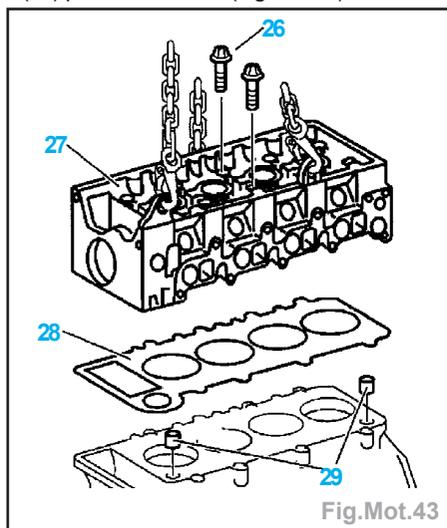

Fig.Mot.43
- le tendeur de chaîne (8),
- le couvercle avant de la culasse (10),
- la glissière supérieure (11),
- l'arbre à cames d'admission (20) et l'arbre à cames d'échappement (21),
- le carter d'arbre à cames (22),
- la pompe haute pression (12),
- le pignon intermédiaire (23) de pompe haute pression.
- Dévisser les vis (24) reliant la culasse au couvercle de carter de distribution.
- Desserrer progressivement les vis de culasse (26) puis les dévisser (Fig.Mot.43).
- Placer le joint de culasse (28) neuf sur le bloc-cylindre. Veiller au positionnement correct des douilles d'ajustage (29) servant à la mise en place de la culasse (Fig.Mot.43).